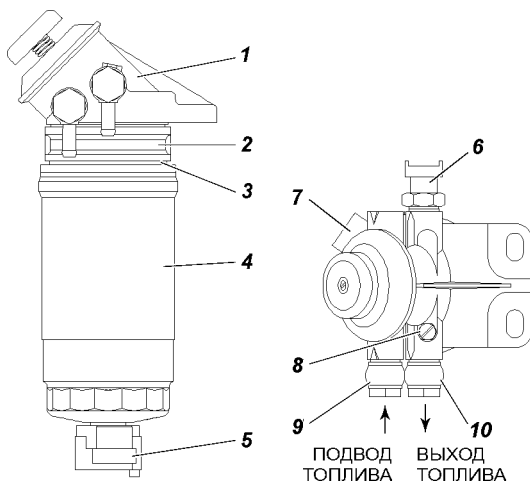

Рис. 9.19. Фильтр тонкой очистки топлива с подкачивающим насосом и датчиком наличия воды в топливе в пробке слива отстоя:
-первое заполнение системы питания производите с помощью подкачивающего насоса на фильтре тонкой очистки топлива. Стравливание воздуха производите через винт на фильтре тонкой очистки топлива 7 (рис. 9.19);
Фильтр тонкой очистки топлива (BOSCH, A 450 085 725) показан на рис. 9.19.